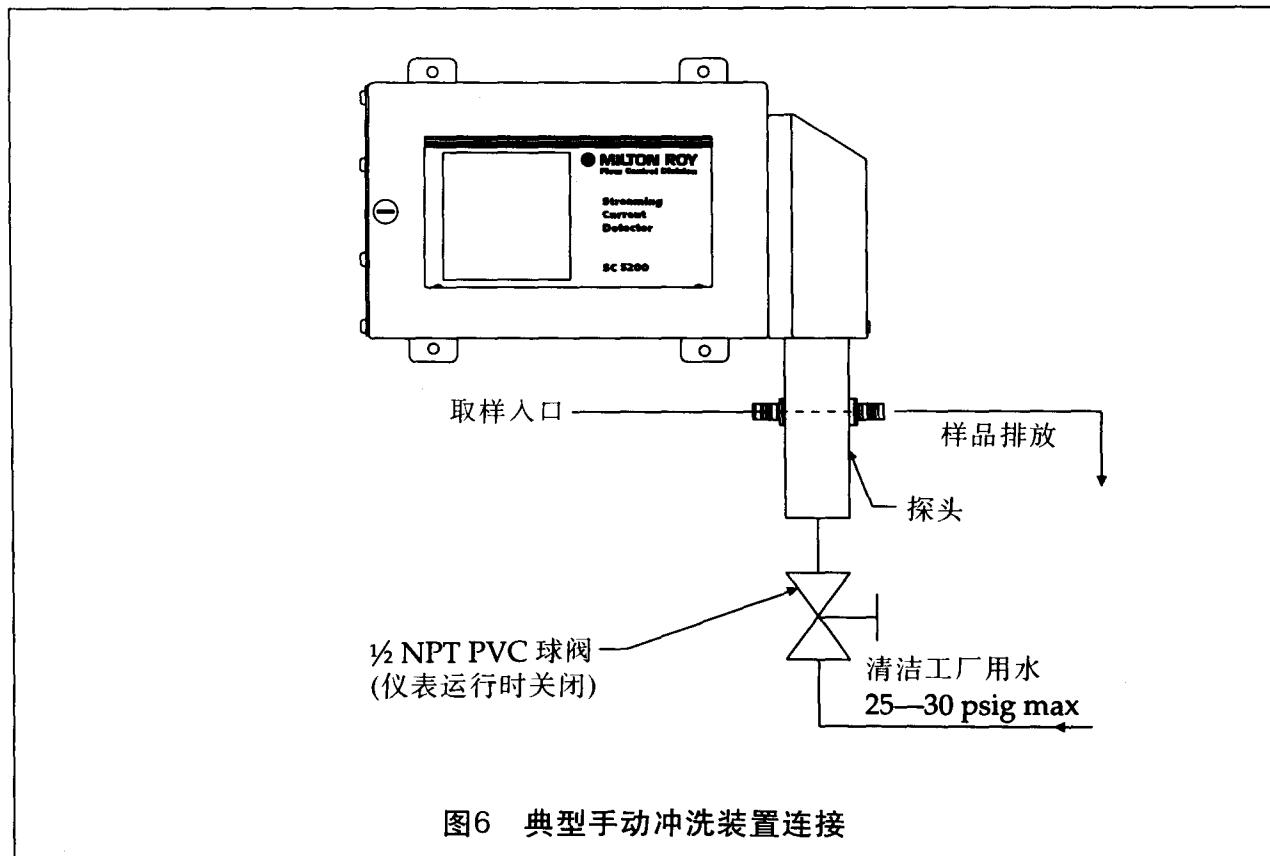

图6 典型手动冲洗装置连接
1. 应尽可能靠近探头底部安装手动冲洗阀,应使用塑料阀。建议用SCD所带的1/2" NPT PVC球阀或相似的阀门(参见图6),直接将阀安到探头,以减少活塞下的死区,死区所封闭的空气或固体将影响SCD的读数。